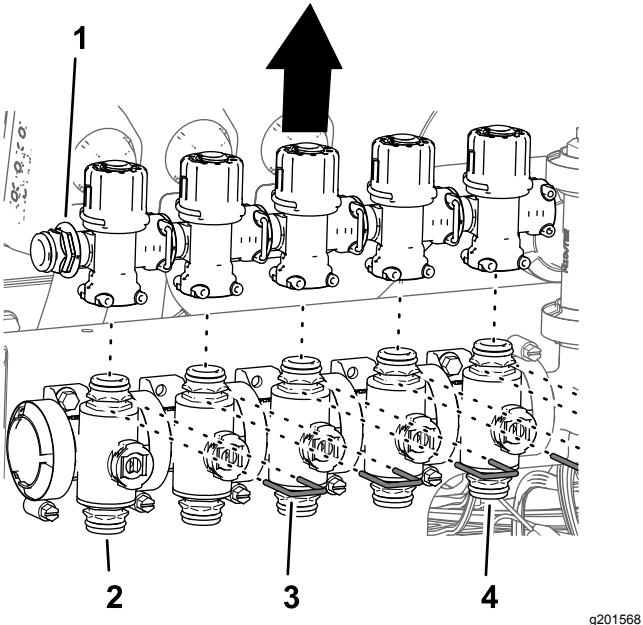

Bild 100
4. Entfernen Sie die Halter, mit denen die Sicherheitsventile an den Düsenventilen 1 bis 7 befestigt sind (Bild 100).
5. Nehmen Sie die Sicherheitsventile von den Düsenventilen 1 bis 5 ab (Bild 100).